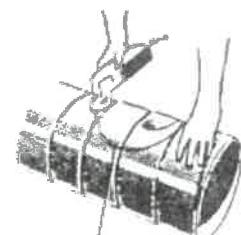

Fig. 4.
- 3 - de spiraalbuis knippen volgens de tekening op ongeveer 10 mm aan de binnenkant daarvan - fig 4